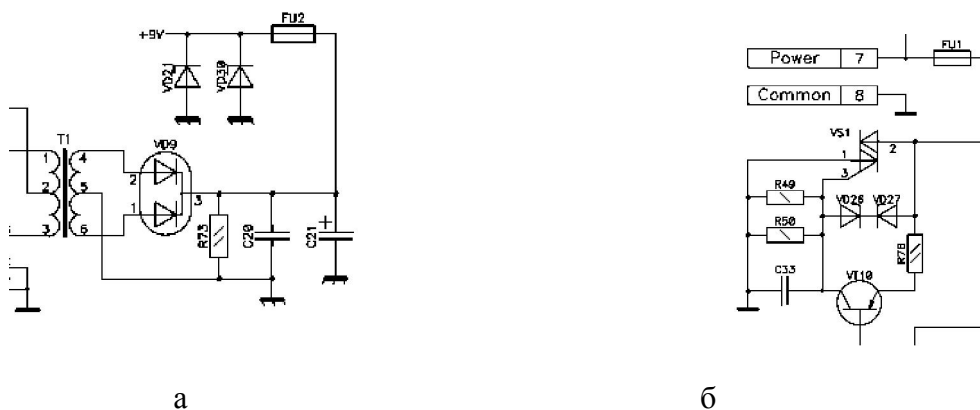

Рисунок 1
1. С помощью неповреждаемого разделительного барьера, представляющего собой трансформатор Т1, изготовленный в соответствии с требованиями ГОСТ 22782.5 с электрической прочностью изоляции 2500 В (рисунок 1 а).
2. С помощью плавкого предохранителя (Fu1) и ограничителя напряжения на симисторе VS1 (рисунок 1 б), установленным в первичной обмотке неповреждаемого трансформатора.
3. С помощью плавкого предохранителя Fu2 (рисунок 1 а), обеспечивающего запас по параметрам (ток, напряжение, мощность) стабилитронов во всех режимах работы, и ограничителя напряжения на дублированных стабилитронах, обеспечивающего ограничение напряжения искробезопасной цепи до 9,6 В.